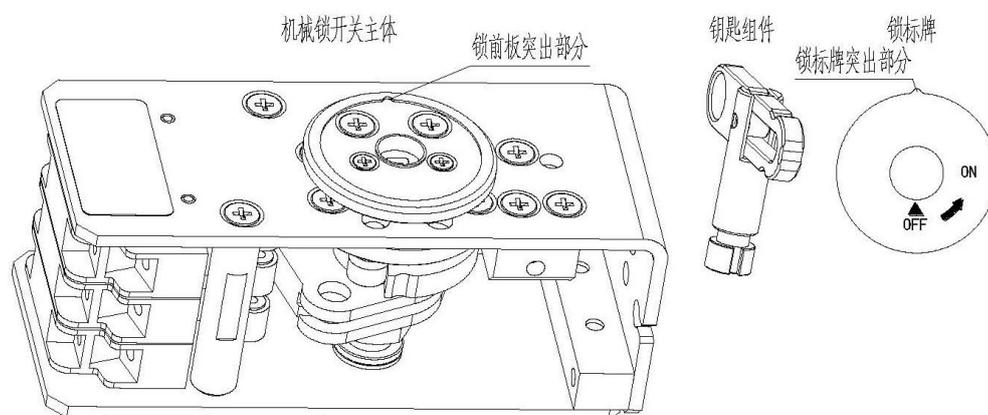
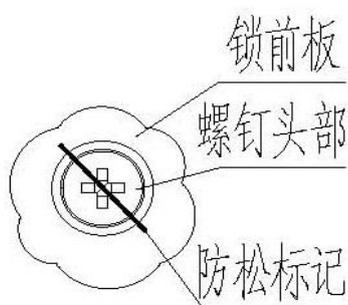
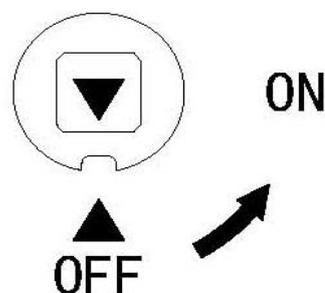

图5：机械锁开关组成部分示意图
图7：防松标记示意图
图8：三角标示相对位置示意图
1. 用户打开“机械锁开关”包装时，可看到“机械锁开关”由3个部分组成（机械锁开关组成部分示意如附图5所示）：
- ① 机械锁开关主体；
- ② 钥匙组件；
- ③ 锁标牌。
- ③ 将“锁前板”上4个沉孔对准“锁上轴套”4个螺纹孔，并且将2个“M3X12沉头螺钉”和2个“M4X12沉头螺钉”拧入相应螺纹孔，且拧紧。**注意：安装沉头螺钉时需添加乐泰243螺纹胶。**
- ④ 安装完成后，并确认无误后，请在螺钉头部用黑色记号笔画防松标记，防松标记应贯穿“锁前板”和“螺钉头部”。画防松标记方式如图7。
- ⑤ “机械锁开关”主体安装完成后，请将“钥匙组件”插入锁孔，测试“钥匙组件”的转动和插拔是否灵活。一切无误后，将“钥匙组件”取出。
- ⑥ 以上步骤完成后，将“锁标牌”粘贴到“锁前板”凹槽内。**粘贴时注意“锁标牌”突出部位处于“锁前板”突出部位（突出部分示意图见图5），并且“锁标牌”上的“▲”标示尖角和“锁凸轮轴”轴端上的“▼”标示尖角相对应。**“锁标牌”和“锁凸轮轴”上三角标示相对位置示意图如图8。